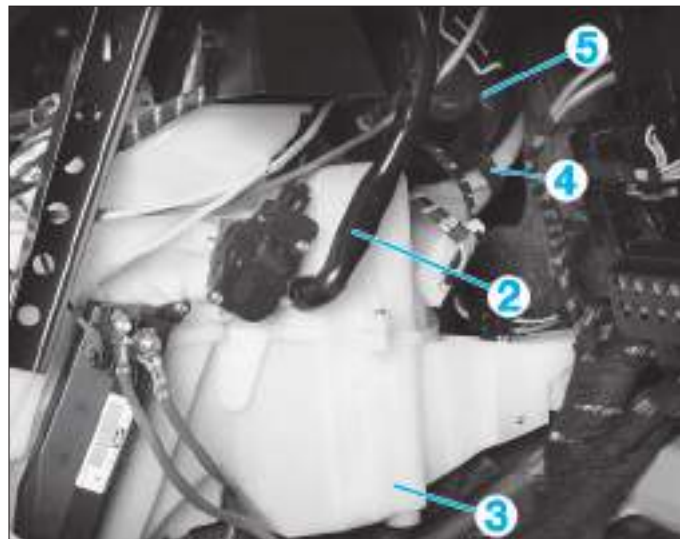

FIG. 33
- Déposer le tuyau (2) du bloc de chauffage (3) (Fig.33).